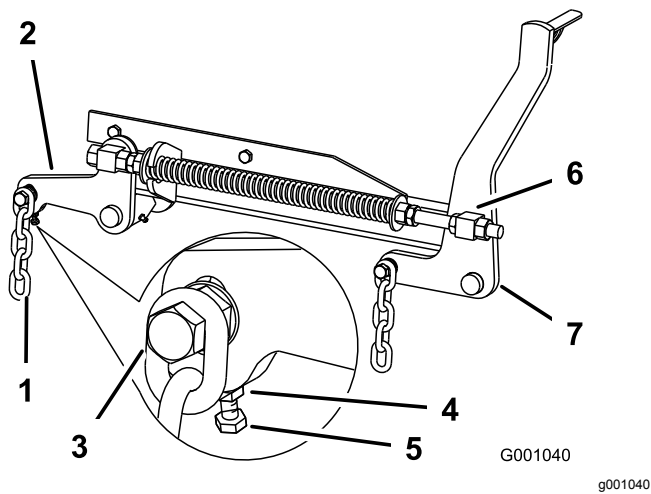

**Figura 74**
1. Coloque la cuchilla derecha en posición longitudinal (Figura 74).
2. Mida la cuchilla derecha en la posición **B** desde una superficie nivelada hasta el filo de corte del extremo de la cuchilla (Figura 74).
4. Coloque la cuchilla izquierda en posición longitudinal (Figura 74).
5. Mida la cuchilla izquierda en la posición **C** (Figura 74) desde una superficie nivelada hasta el filo de corte del extremo de la cuchilla.